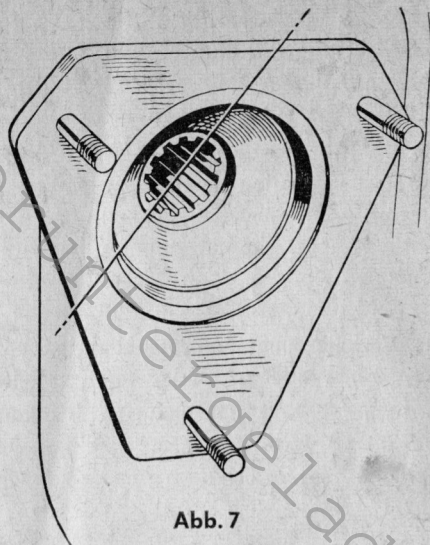
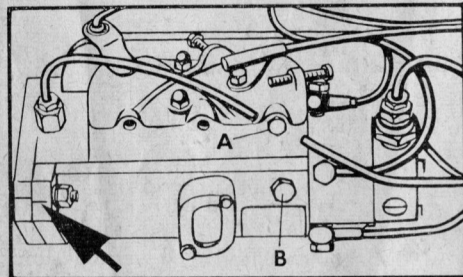

Abb. 7
Abb. 8
Eine breite Führungsnute im Pumpenantriebsrad liegt bei dieser Einstellung im Winkel von 45° nach rechts (bei Einstellung nach der Uhr auf $\frac{1}{2}$ 2, siehe **Abb. 7**). Ein breiter Führungskeil an der Pumpenantriebswelle verhindert eine falsche Einstellung beim Anbau der Pumpe. Nach diesen Vorbereitungen und Kontrollen wird die Pumpe mit dem Pumpenantriebsgehäuse zusammengebaut. Vor dem Anziehen der drei Bolzenmuttern werden die Strichmarkierungen auf den Pumpen- und Antriebsgehäuseflanschen richtig zueinander eingestellt. **Siehe Abb. 8.**
1. Die Entlüftungsschraube **A (Abb. 8)** auf der Stirnseite des Reglersteuergehäuses und